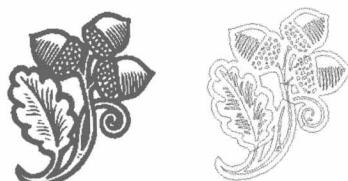

图 1-1 将 WMF 文件(左)输入到 AutoCAD
- 找到附盘文件“输入图形文件素材.wmf”文件, 单击“打开”按钮, 输入此文件到 AutoCAD 2009 中文版, 如图 1-1 所示。这样就完成了图形文件输入。